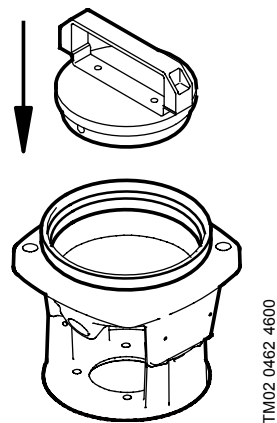

Рис.6
2. Установить пружинную шайбу поз. 60 в верхнюю часть насоса с помощью инструмента поз. F, смотрите Рис.6.